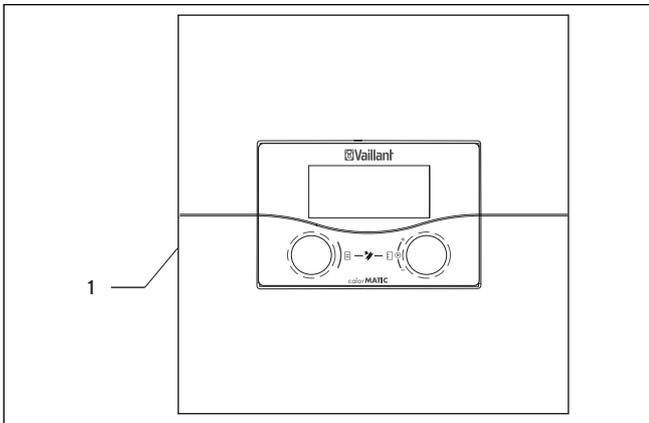

Abb. 10.1 Regler ein-/ausschalten
- Drücken Sie den Kippschalter (1) auf die Position **0**, um den Regler auszuschalten (→ **Abb. 10.1**).